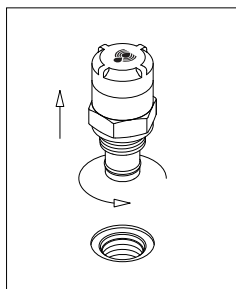

fig. 9
- (Fig. 9) Svitare il corpo indicatore